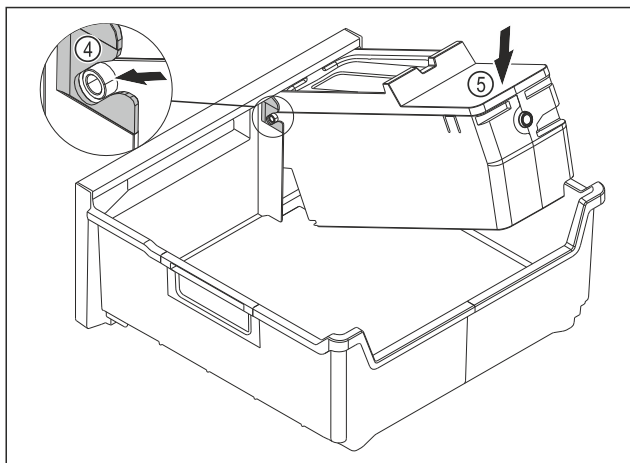

Fig. 108
- Montáž korpusu EasyTwist-Ice: Osi korpusu EasyTwist-Ice zasunúte do vedení Fig. 108 (4).
- Zatlačte korpus EasyTwist-Ice Fig. 108 (5) zozadu smerom nadol.